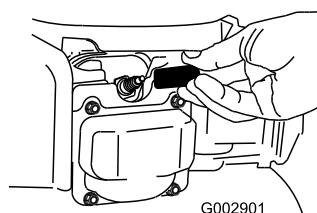

Figura 36
- Desconecte el cable de la bujía (Figura 36) antes de realizar cualquier procedimiento de mantenimiento.